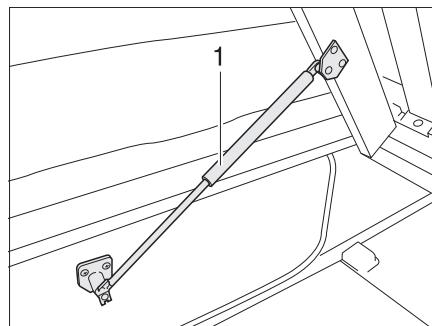

Fig. 171 Cama fija
- Levantar el somier. Los resortes por presión de gas (Fig. 171,1) retienen el somier en la posición abierta.